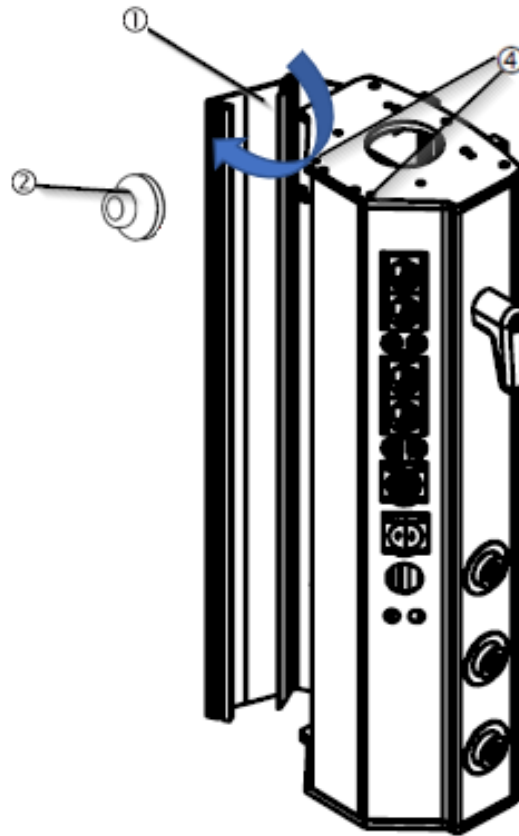

Fig. 12 Openen van de afdekkingen van de servicekop.
- De plafondafwerking (3) wordt later vlak met het plafond gemonteerd en bedekt de tegenplaat ④. Zie afbeelding 12.
- Open een van de zijdeksels van de servicekop ① door de cilindrische inbusschroeven M4x16 ④ aan de boven- en onderkant te verwijderen. Nu kunt u het zijdeksel openen zoals weergegeven in afbeelding 12, waardoor de binnenkant van de servicekop zichtbaar wordt.